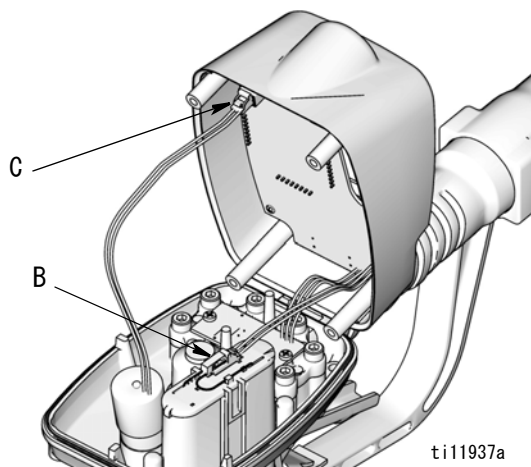

図 31
3. メーターをひっくり返して、カバーを後ろに傾けます (図 31)。